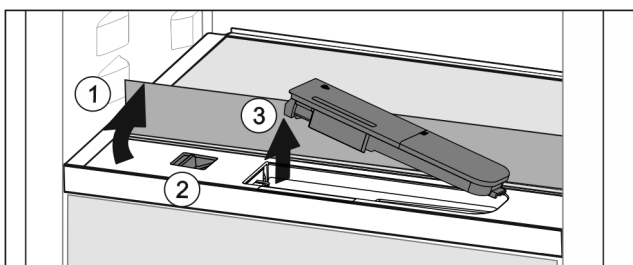

Fig. 145
- ▶ Glasplatte anheben und bis zum Anschlag nach hinten klappen Fig. 145 (1).
- ▶ Schieber Fig. 145 (2) nach links schieben.
- ▶ Wassertank entnehmen Fig. 145 (3).